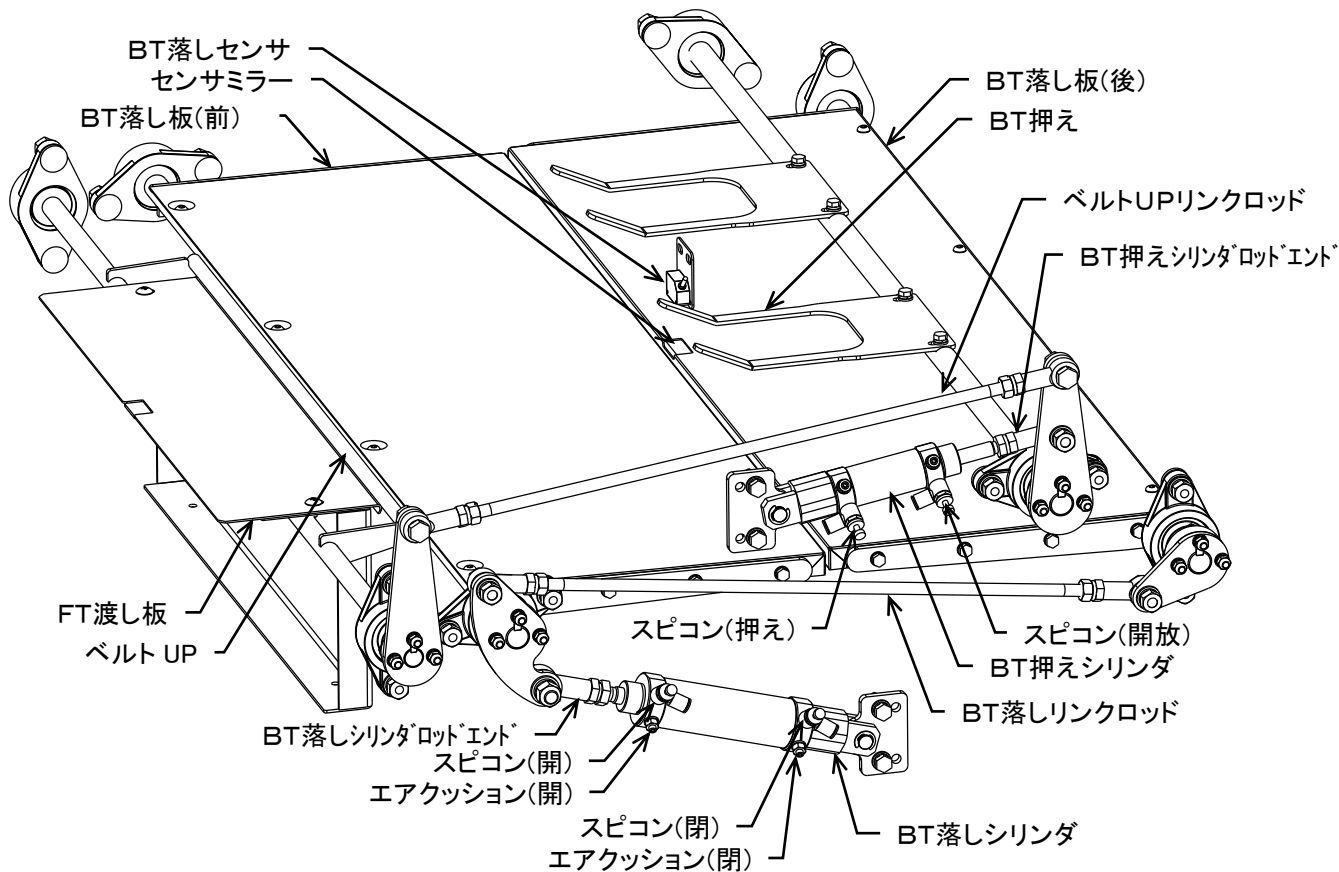

図8-10
8. 3.4 BT 落し板部(図8-10)
- ・ BT落し板(前), (後) (図8-10)
- ・ BT押し (図8-10)
- ・ ベルトUP (図8-10)
- ・ BT 押えシリンダ (図8-10)